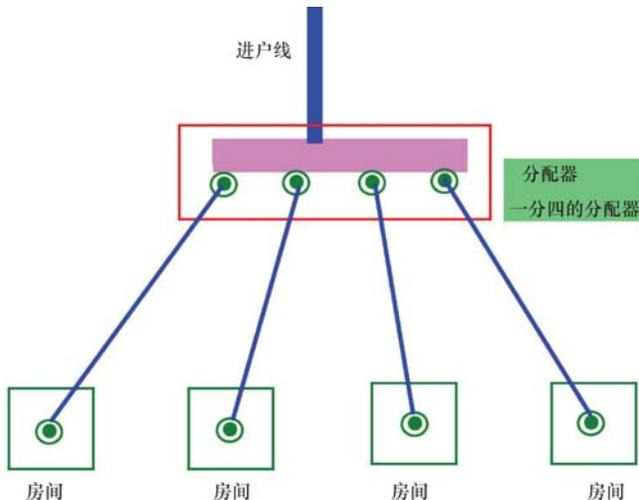

图 4-1 一分四的分配器实现有线电视的布线
7) 对于已经有进户线的有线电视，只需在家庭信息箱中安装一个一分四的分配器模块，就可以将外线接入的有线电视在 4 个房间里实现有线电视的布线，图例如图 4-1 所示。